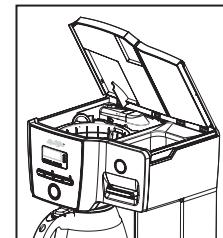

Figura 5
3. Abra la tapa y vierta la cantidad de agua que se desea calentar y consumir inmediatamente (hasta 16 onzas fluidas - . 475 ml) a la cámara de calentamiento. **NO SOBREPASE LA CÁMARA DE CALENTAMIENTO. NO UTILIZAR MÁS DE 16 FL . OZ . (475 ml)**. El nivel de agua debe ser siempre menor que el borde de plástico negro en el calentador. (Figura 5)
2. Inserte un filtro de papel para 10-12 tazas marca MR. COFFEE® o un filtro permanente marca MR. COFFEE® en la canasta removible del filtro (se vende por separado). (Figura 5).